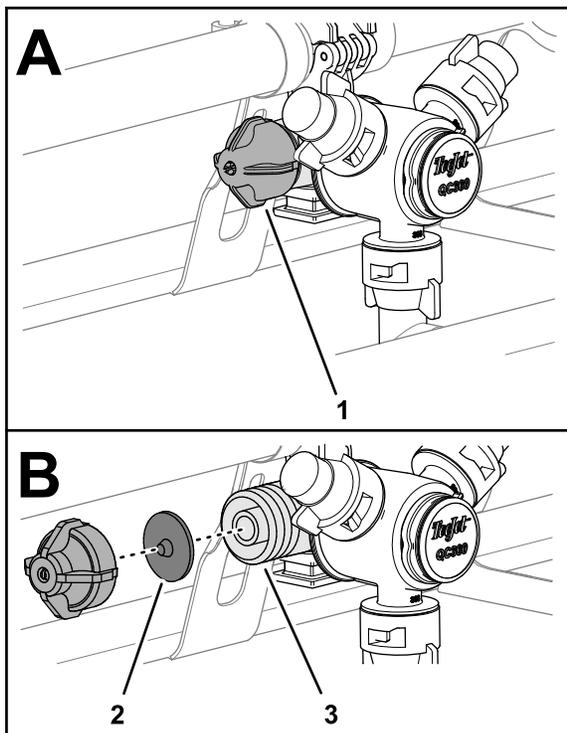

Рисунок 32
1. Поверните крышку мембраны против часовой стрелки и снимите крышку с корпуса сопла (Рисунок 32).
2. Снимите мембрану обратного клапана с крышки или корпуса сопла (Рисунок 32).
3. Промойте крышку, мембрану и корпус сопла чистой водой (Рисунок 32).
4. Установите мембрану в крышку так, чтобы выступ мембраны был направлен в сторону крышки (Рисунок 32).
5. Подсоедините крышку и мембрану к корпусу сопла и затяните от руки (Рисунок 32).